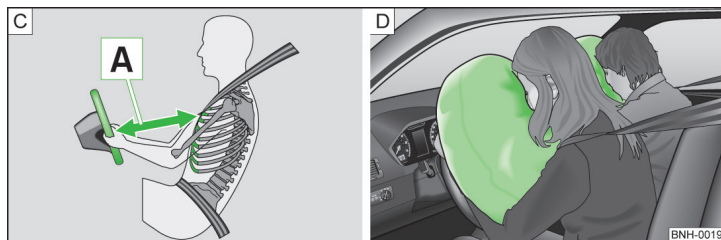

Fig. 9 Distanza di sicurezza dal volante/Airbag riempiuti con gas
Quando gli airbag si attivano, si gonfiano davanti al conducente e al passeggero » fig. 9 - [D]. L'affondamento nell'airbag gonfio smorza il movimento in avanti del conducente e del passeggero e riduce il rischio di lesioni alla testa e al torace.
- È importante che il conducente e il passeggero anteriore mantengano una distanza di almeno 25 cm rispettivamente dal volante e dalla plancia [A] » fig. 9. Se non si rispetta questa distanza minima, il sistema airbag non può proteggere - pericolo di morte! Inoltre, i sedili anteriori e i poggiatesta devono sempre essere regolati in funzione della statura degli occupanti.